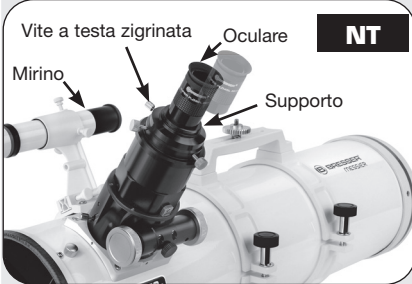

Fig. 10a: Inserire l'oculare nel supporto e serrare le viti a testa zigrinata.
10. Inserire l'oculare: Modelli NT (Fig. 10a): Sollevare e rimuovere il cappuccio antipolvere dal portaoculare sul gruppo foccheggiatore. Mettere da parte il cappuccio antipolvere in un luogo sicuro e rimetterlo al termine delle osservazioni per proteggere il gruppo oculare. Allentare le viti a testa zigrinata dell'oculare (1, Fig. 1a) e inserire l'oculare da 25 mm in dotazione (3, Fig. 1a) nel portaoculare. Serrare finché non si incontra resistenza le viti a testa zigrinata del supporto, in modo da fissare l'oculare. Modelli AR (fig. 10b): Sollevare e rimuovere il cappuccio antipolvere dal portaoculare sul gruppo foccheggiatore. Mettere da parte il cappuccio antipolvere in un luogo sicuro e rimetterlo al termine delle osservazioni per proteggere il gruppo oculare. Allentare le viti a testa zigrinata dell'oculare (1, Fig. 1b), far scorrere il prisma diagonale nel supporto e serrare le viti a testa zigrinata finché non si incontra resistenza. Inserire l'oculare da 25 mm in dotazione (3, Fig. 1b) nel prisma diagonale. Serrare finché non si incontra resistenza le viti a testa zigrinata del prisma in modo da fissare l'oculare.